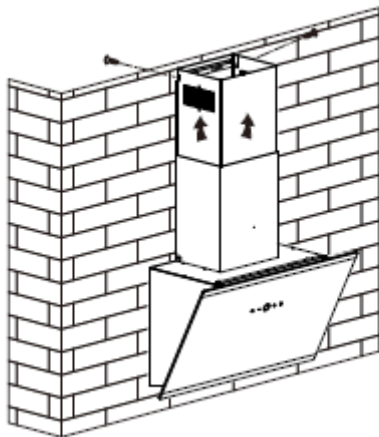

Bild 7
6. Passen Sie die Höhe des Innenkamins an die Position der Innenkaminhalterung an und befestigen Sie sie mit 2 Stck. ST4*8mm Schrauben. Siehe Bild 7.